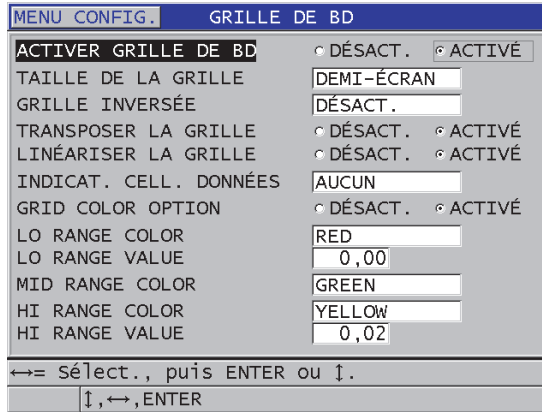

Figure 10-9 Modification des paramètres de la grille de la base de données
3. Dans l'écran **GRILLE DE BD** (Figure 10-9 à la page 177), effectuez les étapes suivantes :